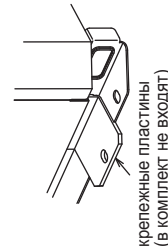

Рис. 3 (без съёмной опоры)
- ④ Если болты крепления закручиваются после установки блока на основание, то используйте крепежные пластины (в комплект не входят). См. рис. 3 и 4.
- ⑤ Изолируйте отверстия, через которые в блок входят фреоновые провода и кабели, для исключения проникновения в блок мелких животных и воды, которые могут повредить компоненты блока.
- ⑥ При подключении фреоновых проводов и кабелей снизу убедитесь, что они не мешают установочным элементам блока.
- ⑦ Следуйте дополнительным рекомендациям, приведенным в „Инструкции по установке“.